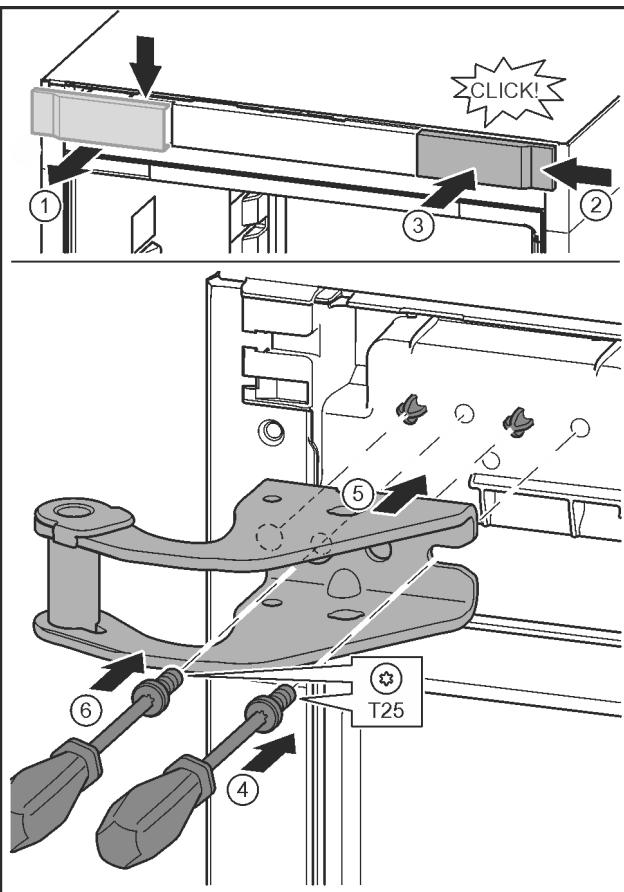

Fig. 15
- ▶ 松开盖板并从侧面取下。Fig. 15 (1)
- ▶ 将盖板旋转 180° 至另一侧从右边挂上。Fig. 15 (2)
- ▶ 插入盖板。Fig. 15 (3)
- ▶ 用 T25 螺丝刀装上螺钉。Fig. 15 (4)
- ▶ 装上方的托架。Fig. 15 (5)
- ▶ 旋紧螺钉。Fig. 15 (4)
- ▶ 用 T25 螺丝刀安装并旋紧螺钉。Fig. 15 (6)